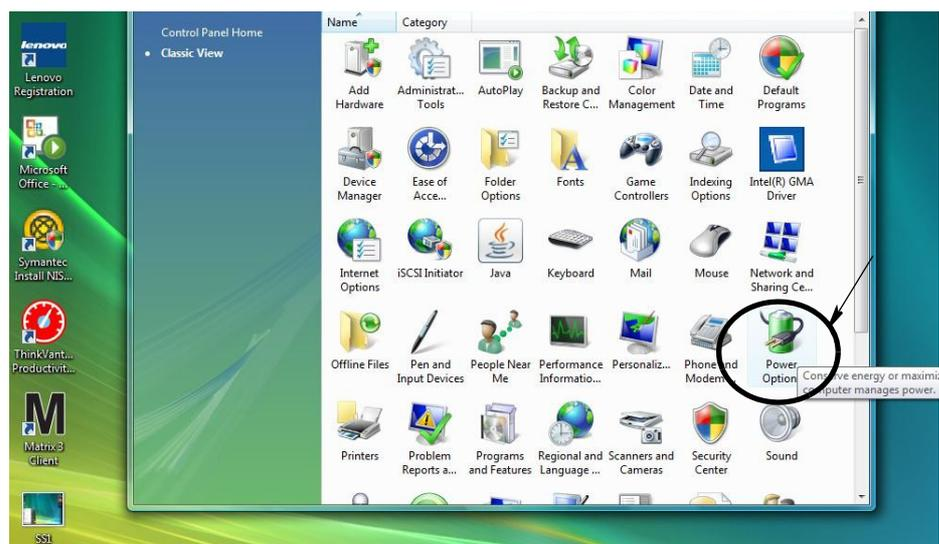

FIG. 33
2. Cliquez sur l'icône "Power Options" (Options d'alimentation) (FIG. 33).